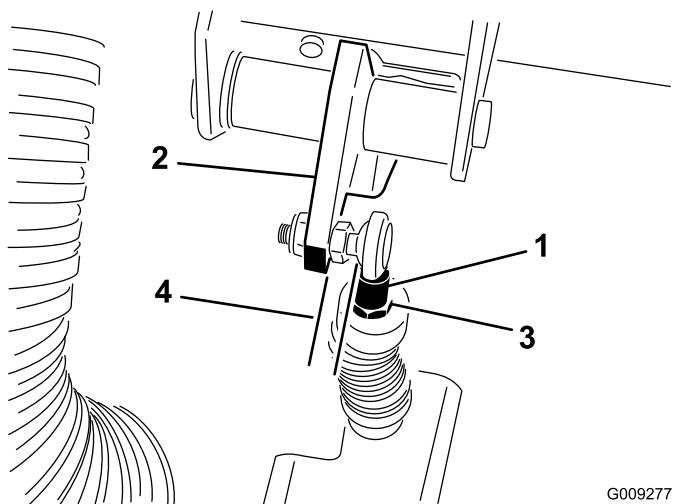

Figure 61
**Important:** La tige d'embout doit être d'équerre sur la rotule, sans vriller, et rester parallèle à la pédale d'embrayage quand l'écrou de blocage est serré (Figure 61).